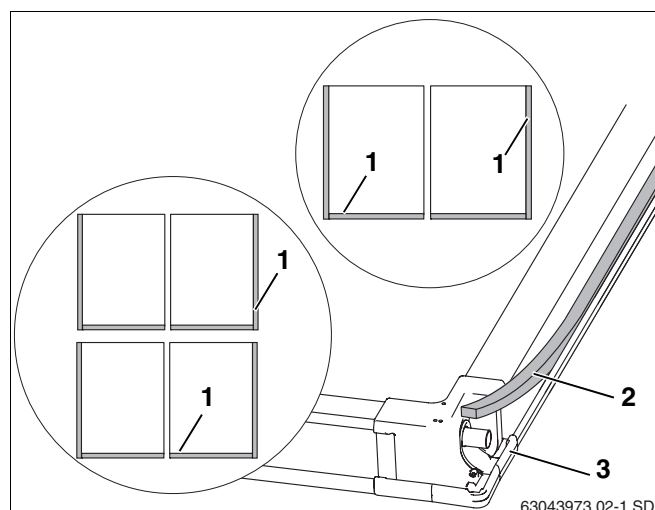

Fig. 21 Lato posteriore del collettore
I collegamenti tra i profili sagomati d'integrazione laterali ed inferiori con i collettori (fig. 21, **pos. 1**) devono essere ermetizzati con il nastro sigillante.
- Disporre il nastro sigillante (fig. 21, **pos. 2**), con il lato adesivo sul lato inferiore del profilo di impugnatura del collettore. Incollare il nastro adesivo sui soli profili di impugnatura laterali esterni ed inferiori (fig. 21, **pos. 1**). Il nastro adesivo deve essere steso per tutta la lunghezza del profilo di impugnatura compreso l'angolo (fig. 21, **pos. 3**).